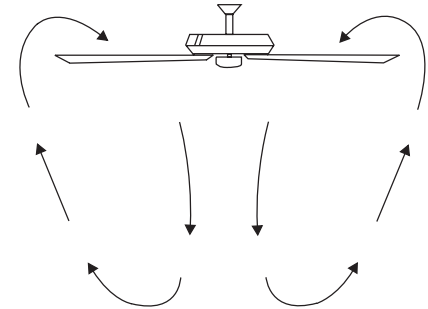

Fig. 19
**Fonctionnement par temps chaud : Avant (sens anti-horaire).** Un flux d'air descendant crée un effet de refroidissement (Fig. 19). Cela vous permet de régler votre climatiseur sur un réglage plus chaud sans affecter votre confort général.